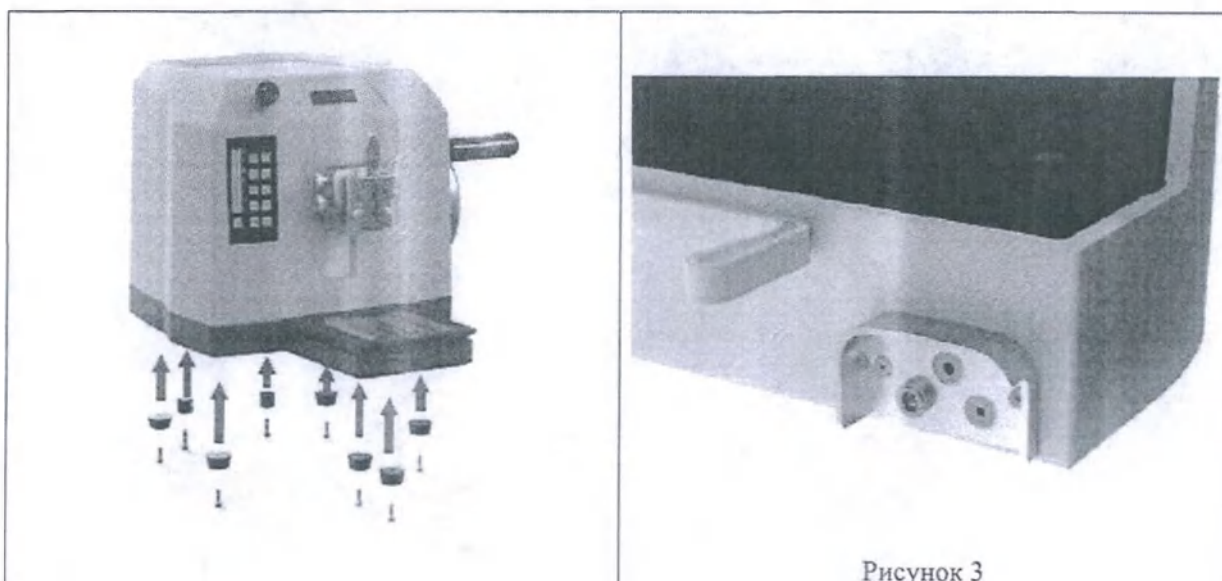

Рисунок 3
- Затем равномерно сдвинуть блок Aquatec (рисунок 2.1) к ротационному микротому. Подключить кабель электропитания, кабель датчика температуры и кабель для освещения к левой задней стенке корпуса системы Aquatec (см. рисунок 3). Провести кабель электропитания под микротомом и вывести его к задней стенке.
■	См. рисунок 3: кабель питания заканчивается электрическим разъемом. Вставить вилку вместе со шнуром питания светодиода и шнуром датчика температуры в заднюю стенку системы Aquatec.